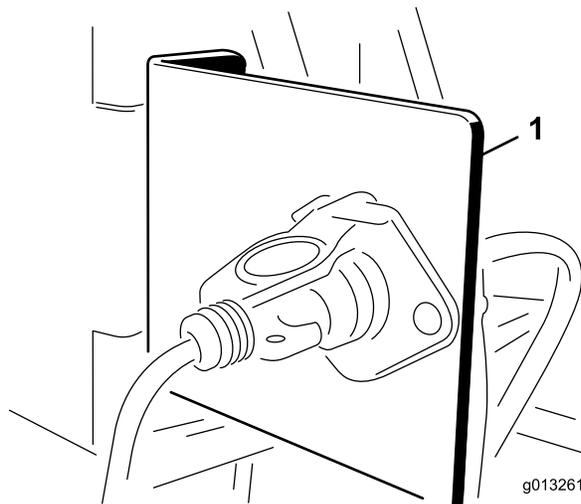

图8
1. 使用提供的其中一个安装支架、将插座支架安装到牵引车后面的固定点上（图8）。